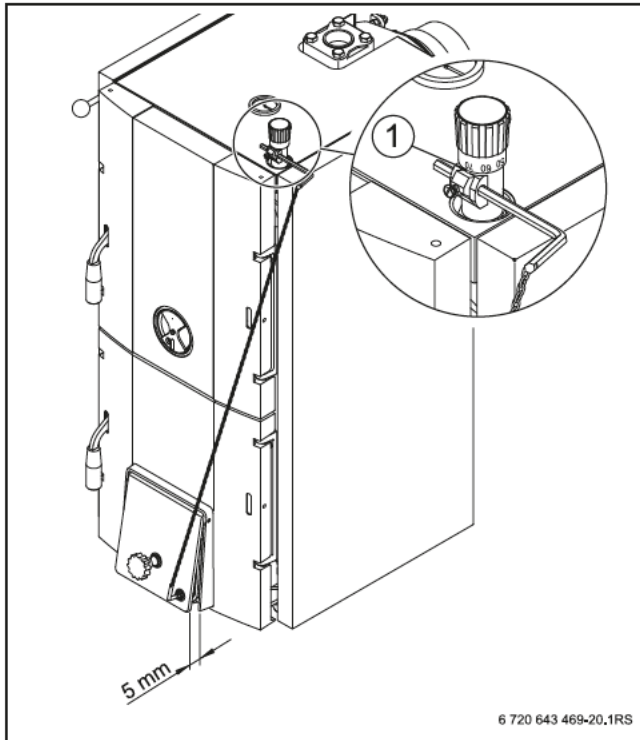

Рис. 4 Настройка регулятора горения
- ▶ Регулировка производится по красной шкале регулятора горения. Установите регулятор горения на красную метку (85 °С) (→ рис. 4).